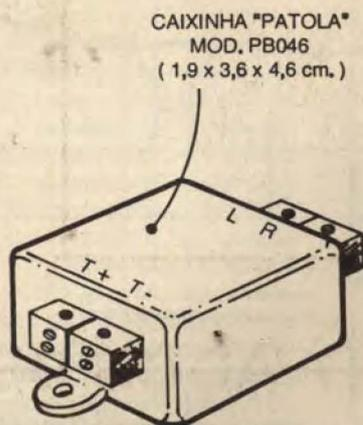

Fig.6
- FIG. 6 - SUGESTÃO PARA O ENCAPSULAMENTO DO CIRCUITO...